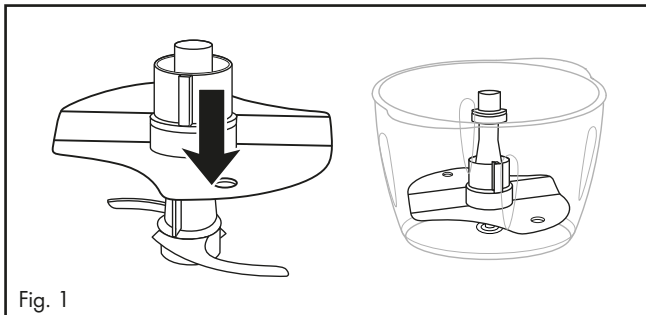

Fig. 1
- 1) Posez le bol ⑨ sur l'anneau antidérapant ⑪.
- 2) Poussez le disque émulsionneur ⑫ sur le porte-lame ⑦ :
- Pour fouetter 200 - 400 ml de crème, montez le disque émulsionneur ⑫ sur le porte-lame ⑦ de sorte que le disque émulsionneur ⑫ repose sur les deux parties de la lame ⑧ et s'encrente (fig. 1) :